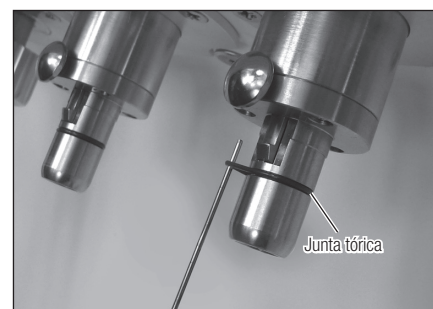

Fig. 29
- 1) Retire la junta tórica utilizando una aguja fina (Fig. 29).